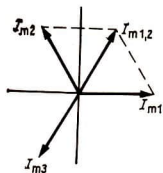

Bild 88
10.5 Die Stromstärke eines Wechselstromes ist eine sich sinusförmig ändernde Größe wie die Elongation bei der mechanischen Schwingung (Bild 88). Die resultierende maximale Stromstärke (aus  $I_{m1,2}$  und  $I_{m3}$ ) ist Null. Das bedeutet: die resultierende Stromstärke ist zu allen Zeiten Null.